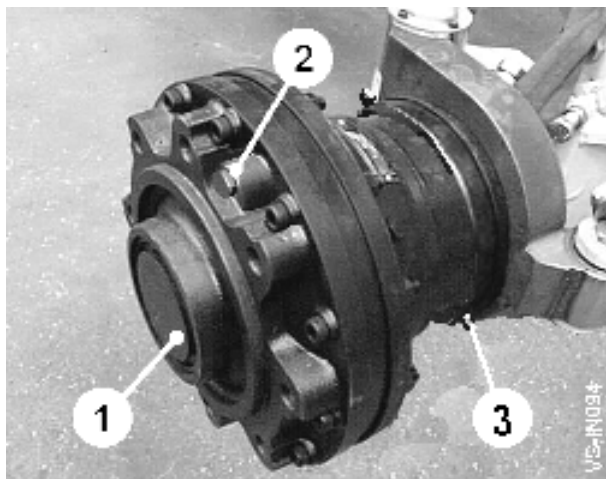

Fig 23
Placez le moteur de la roue (item 1, fig 23) dans une place dans laquelle le bouchon de la matière de remplissage (item 2, fig 23) est au sommet. Enlevez le bouchon et arrivez en masse de l'huile hydraulique jusqu'à ce que tout aient piégé l'air a été éliminé. Radoubez le bouchon et répétez pour le deuxième moteur. Exécutez les moteurs déchargés. Finalement, opérez les moteurs sous charge et vérifiez pour fuites et bruit étranger.
Pour purger la saleté du col de la graisse enlèvent complètement un des mamelons de la graisse (item 3, fig 23) et graisse de la pompe dans l'autre mamelon jusqu'à ce que la graisse propre sorte du trou ouvert. Finalement, radoubez le mamelon pour fermer le système.